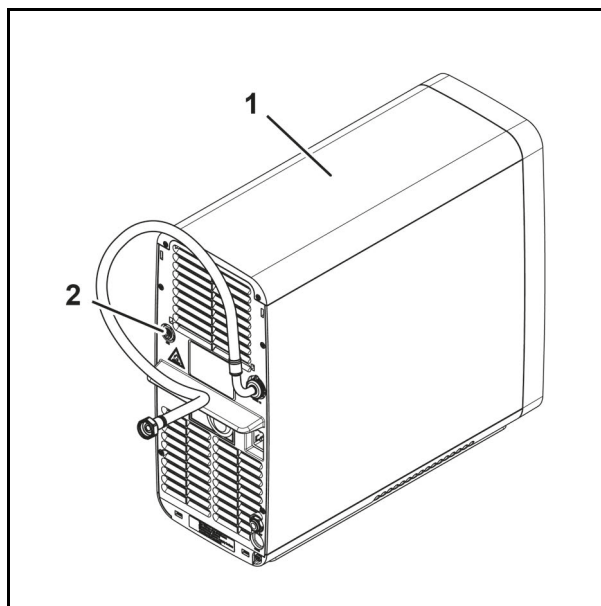

Abb. 18
1. Trennen Sie die externe CO₂-Versorgung vom Anschluss für die externe CO₂-Versorgung (Abb. 18/2) am Untertischgerät (Abb. 18/1).